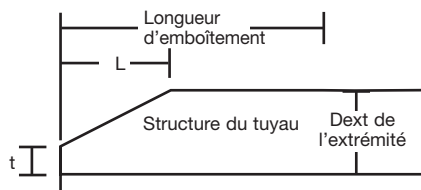

Figure 7-1 About du tuyau et dimension du chanfrein pour emboîtement
- 4** Nettoyez la surface dans la zone de raccord, en évitant toutes les aspérités et avec une disqueuse, biseauter l'extrémité du tuyau pour faciliter l'assemblage (voir **figure 7.1**). Aucun autre biseau ne sera nécessaire.